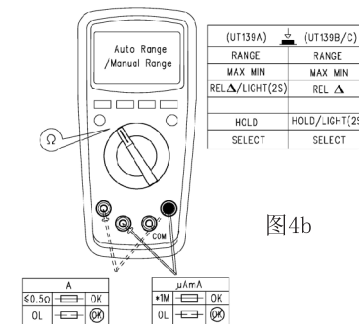

图4b
- \*. 利用电阻测量功能可自检内置保险丝，详见(图4b)